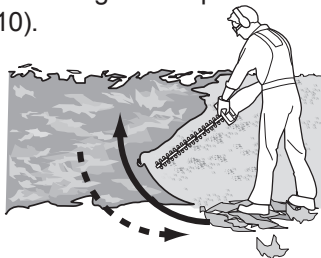

Fig. 9
2. Coloque o varredor (1) no dispositivo de corte (lâmina) (13), se necessário.
3. Assegure que a pega traseira (8) está bloqueada numa das cinco posições predefinidas.
5. Segure sempre firmemente o produto com ambas as mãos na pega dianteira (4) e na pega traseira (8). Nunca opere este produto usando apenas uma mão.
7. Corte primeiramente os dois lados, deslocando-se do fundo para cima até ao topo. Isto irá evitar que o material cortado caia sobre a área que ainda terá de ser cortada (Fig. 9).